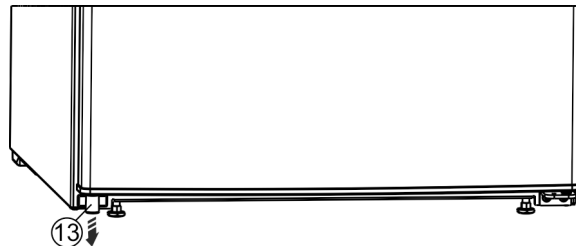

Fig. 4
- ▶ Долу вляво извадете ограничителя Fig. 4 (13) от вратата.